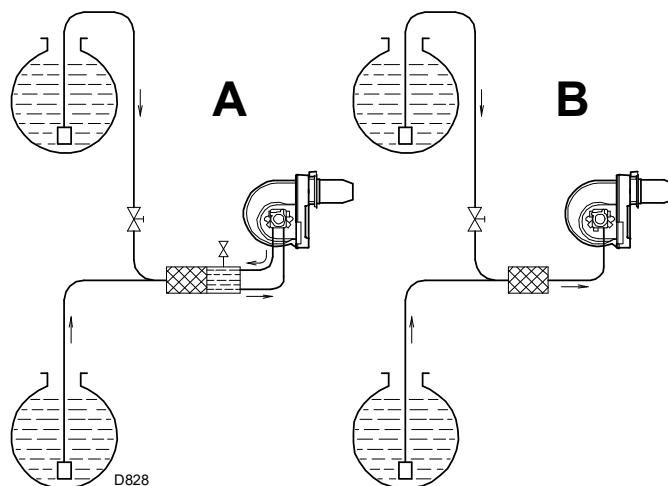

Fig. 15
- By-pass en exterior de la bomba (**A**, Fig. 15) (se debe preferir). Conectar los dos tubos flexibles a un desgasador automático. No quitar el tornillo 7)(Fig. 26): by-pass en interior de la bomba cerrado.
- By-pass interno en la bomba (**B**, Fig. 15) Conectar a la bomba sólo el tubo flexible de aspiración. Quitar el tornillo 7)(Fig. 26), accesible desde el racor de retorno: by-pass en interior de la bomba abierto. Tapar el racor de retorno de la bomba. Esta solución sólo es posible con baja depresión en la bomba (máx. 0,2 bar) y tuberías perfectamente herméticas.